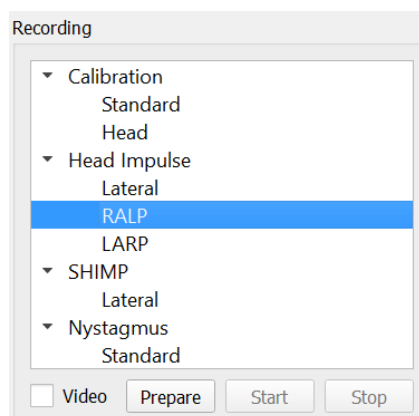

Imagen 4.5.3-2 Prueba de impulsos cefálicos: canales verticales
1. La cabeza puede estar recta (véase la Imagen 4.5.3-1, izquierda) o puede
- a. 45 grados a la derecha para la prueba LARP (véase la Imagen 4.5.3-1) o en
Imagen 4.5.3-1 Prueba de impulso cefálico vertical - Dos orientaciones posibles de la cabeza en el tronco y mirada en línea recta correcta en la prueba del canal RP.